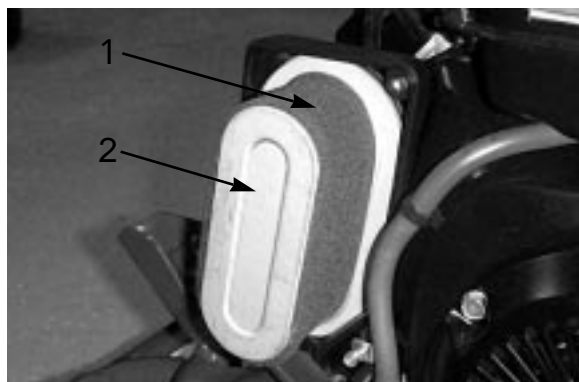

図 31
3. スポンジ（図31）を点検し、汚れていればペーパー・エレメントから外してきれいに洗う。